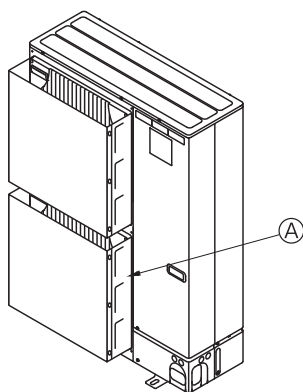
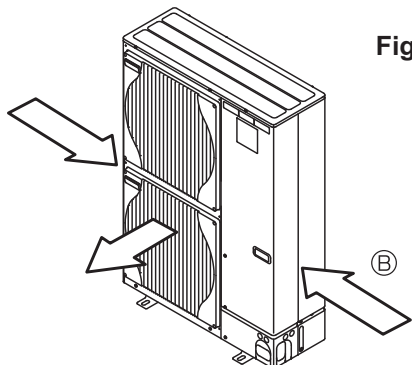

Fig. 3-3
Fig. 3-4
- ② Installieren Sie eine als Sonderzubehör erhältliche Luftauslassführung, wenn die Anlage an einem Aufstellungsort installiert ist, an dem die Gefahr besteht, dass starker Wind direkt in die Luftaustrittsöffnung bläst. (Fig. 3-3)
- ④ Luftauslassführung
- ③ Bringen Sie die Anlage so an, dass die Abluft aus der Luftaustrittsöffnung im rechten Winkel zu derjenigen Richtung geführt wird, aus der saisonal bedingt starker Wind bläst. (Fig. 3-4)
- ⑤ Windrichtung